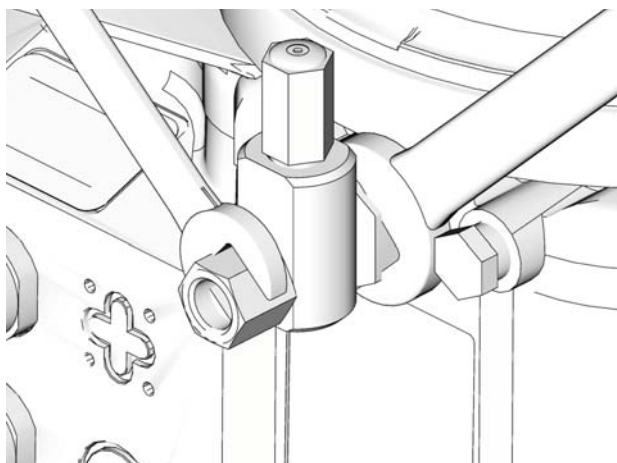

FIG. 18
1. Afloje el accesorio del elemento de bomba (FIG. 18).
3. Apriete el accesorio del elemento de bomba utilizando dos llaves que funcionen en direcciones opuestas (FIG. 18).